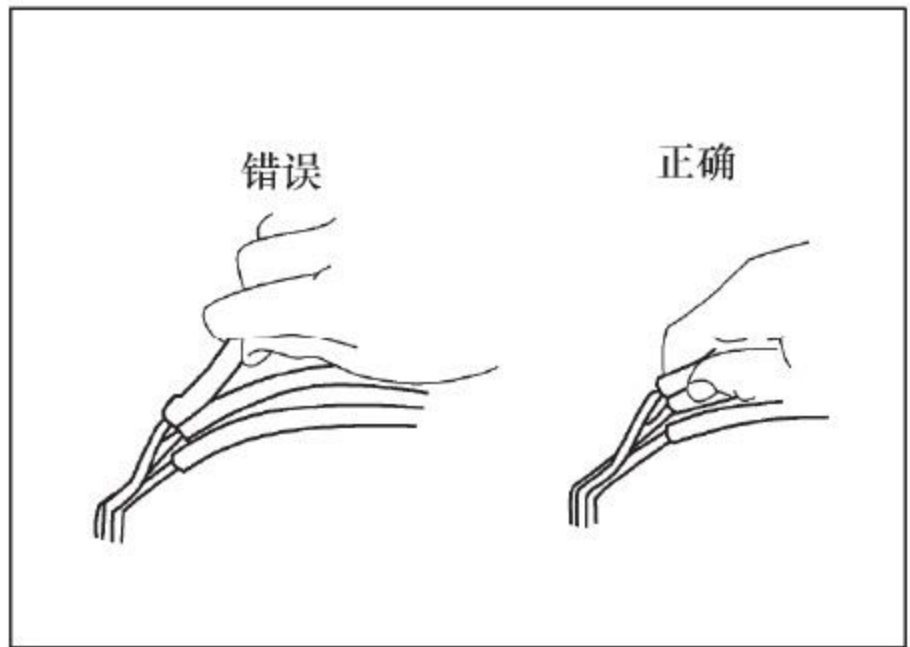

图1-3-3 拨开真空软管
- (1) 非专业人员请不要打开电子控制器(ECU)的盖或外壳。
- (2) 拔开真空软管时，应握住软管末端，而不应拔中间部位，如图1-3-3所示。